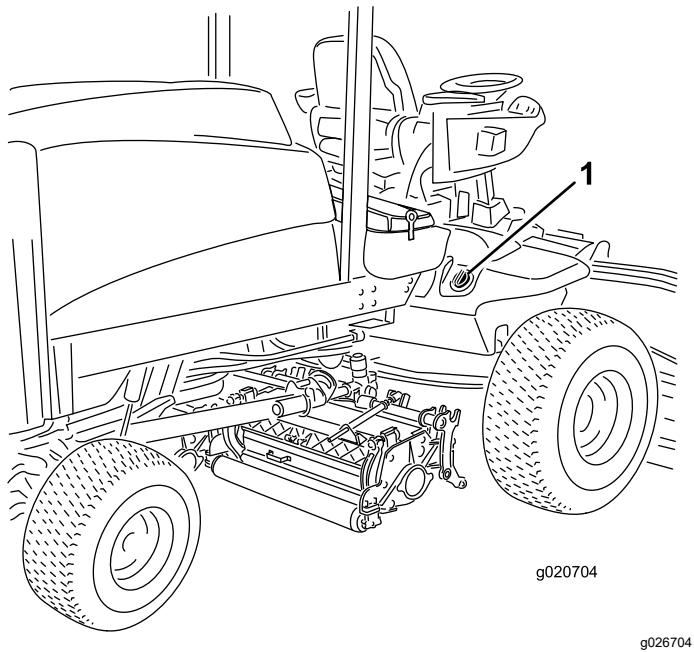

Figura 36
2. Pulite attorno al collo del bocchettone e del tappo del serbatoio idraulico (Figura 36).